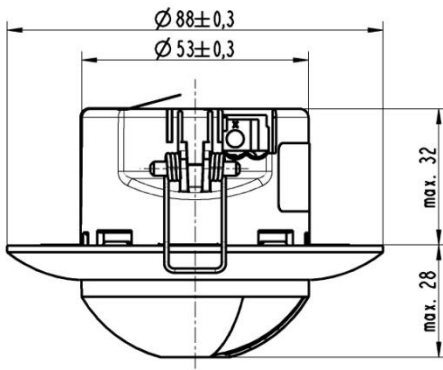

Bild 10 / figure 10
• Abmessungen (siehe Bild 10)
• Dimensions (see figure 10)